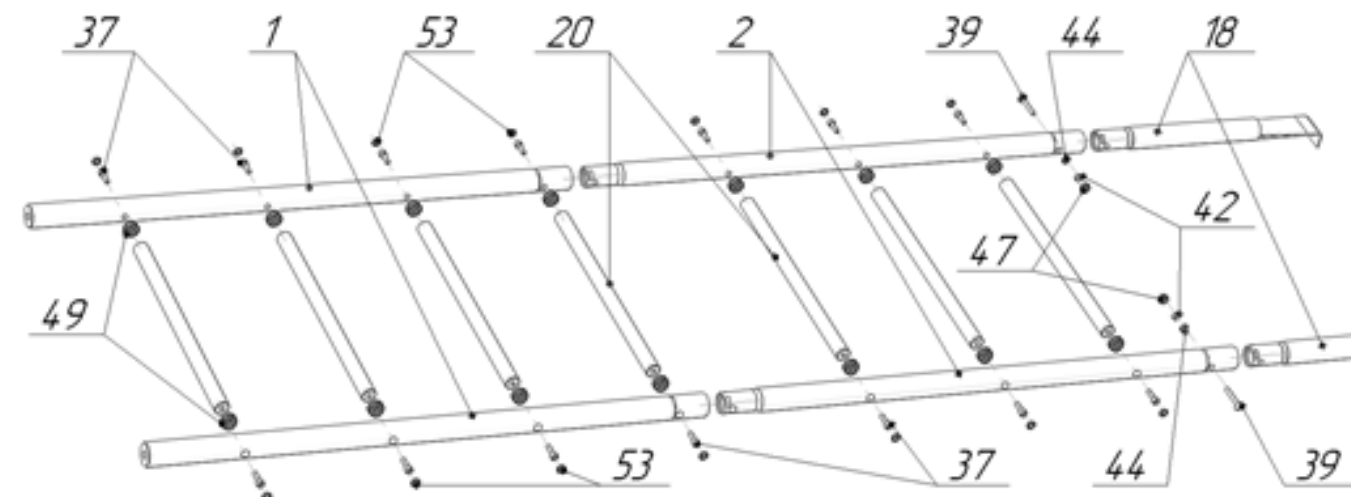

Рис.2 – Сборка шведской лестницы.
5.1. Сборка шведской лестницы представлена на рис. 2.